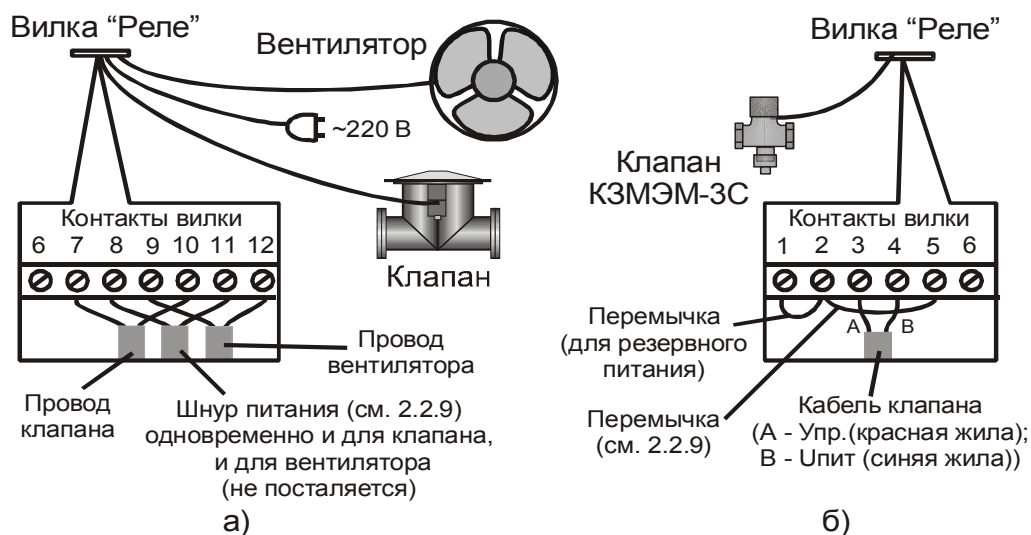

Рисунок 2 – Схема подключения внешнего оборудования к вилке "Реле" сигнализатора
2.3.2 Подсоединить вилку к розетке "Реле" сигнализатора (соединение вилки с розеткой необходимо для переключения Системы на резервное питание, для этого в вилке переключены контакты 1 и 2 – см. рисунок 2).